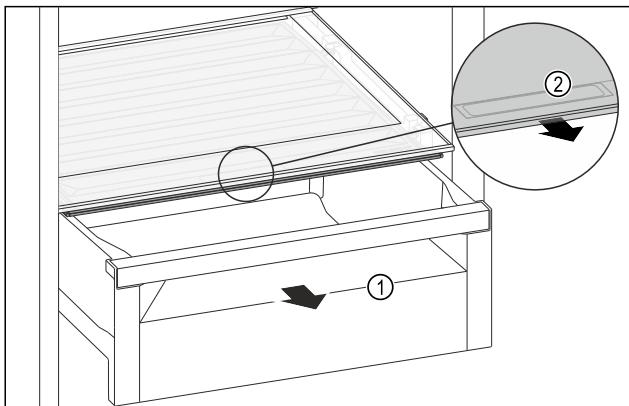

Fig. 103
- Extrageți sertarul *Fig. 103 (1)*.
- Prindeți mânerul încastrat *Fig. 103 (2)* de la capacul compartimentului și tragetăți concomitent capacul compartimentului spre partea frontală.